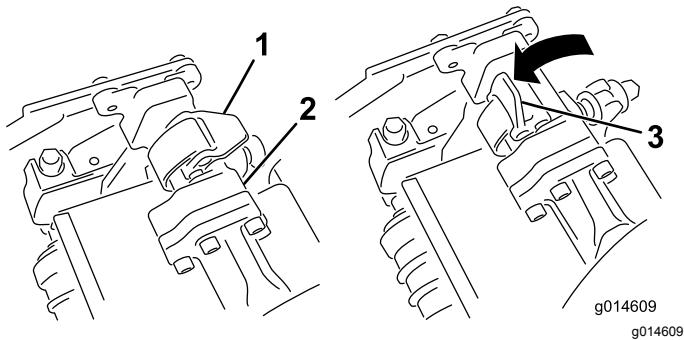
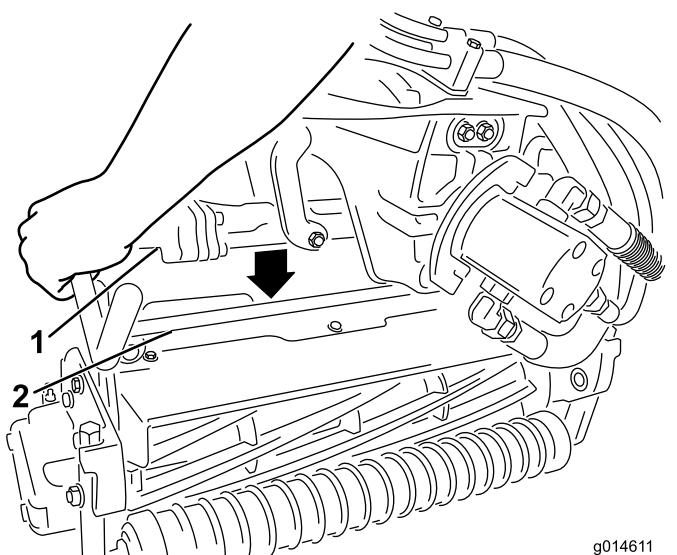

Figura 11
Figura 12
- Con i fermi del braccio di sospensione rivolti verso l'alto (cioè aperti) (Figura 11), premete il braccio di sospensione verso il basso in modo che la barra si inserisca nella barra della parte superiore dell'apparato di taglio (Figura 12).
- Chiudete i fermi spostandoli verso il basso e attorno alla barra dell'apparato di taglio, quindi bloccateli in posizione (Figura 11).